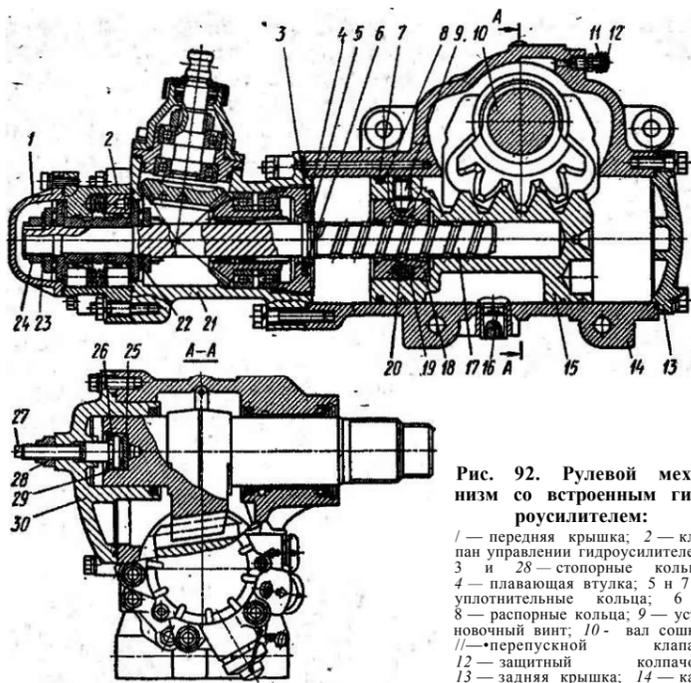

Рис. 92. Рулевой механизм со встроенным гидроусилителем:
Рулевой механизм в сборе (рис. 92) прикреплен к переднему кронштейну передней левой рессоры. Картер 14 рулевого механизма, в котором перемещается поршень-рейка 15, является одновременно рабочим цилиндром гидроусилителя. Винт 17 рулевого механизма имеет шлифованную винтовую канавку. В гайке 18 рулевого механизма прошлифована такая же канавка и просверлены два отверстия, соединенные косым пазом, выфрезерованным на наружной поверхности гайки. Два одинаковых желоба 19 полукруглого сечения, установленных в эти отверстия, и паз образуют обводной канал, по которому шарики 20, выкатываясь из винтового канала, составленного нарезками винта и гайки, по-
**Клапан управления гидроусилителем рулевого привода** (рис. 93) прикреплен к корпусу углового редуктора. Корпус 8 клапана имеет выполненные с большой точностью отверстия — одно центральное и шесть (три сквозных и три глухих) расположенных вокруг него отверстий меньшего диаметра. Золотник 6 клапана управления, размещенный в центральном отверстии, и упорные подшипники 22 (см. рис. 92) закреплены